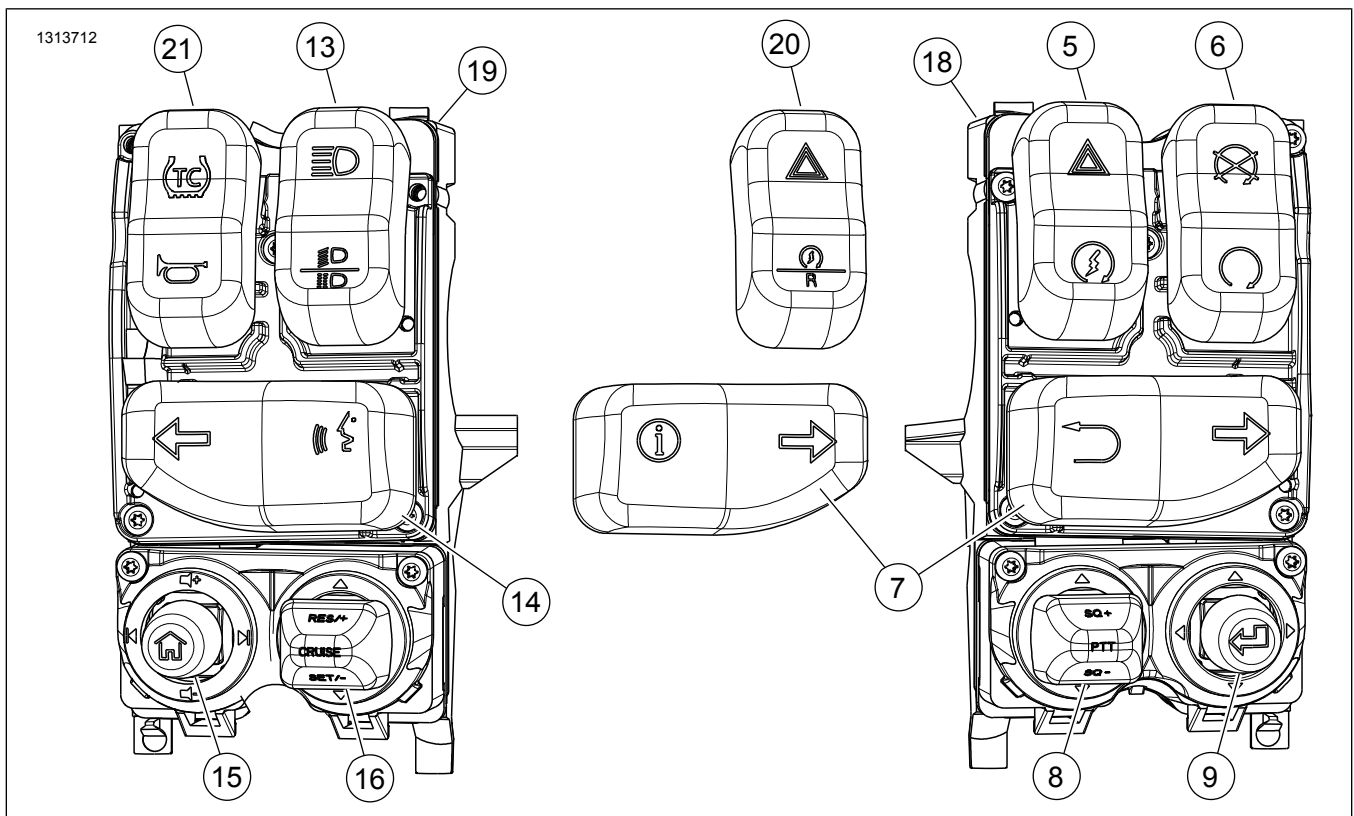

Figure 1. Contenu du kit : Interrupteur de commande manuel illuminé
Voir la Figure 1. Deux capuchons de commutateur sont fournis en vrac dans cette trousse.
1. **Tous les modèles** : Voir la Figure 1. Installez le bloc d'interrupteur (18,19) de la trousse. Consultez le manuel d'entretien.